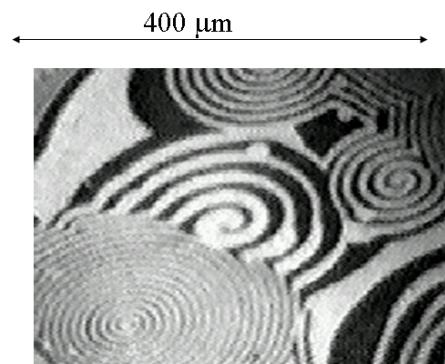

図 1 Pt(110) 表面の CO 酸化反応中の時空間パターン
CO 酸化、NO 分解、N₂ 固定化、炭化水素のクラッキング、不飽和炭化水素の水素化など様々な化学反応が固体の表面で起こっている。表面の構造、組成、化学状態でこうした反応を触媒する能力が異なり、表面構造を原子レベルで制御して、より高度な触媒を作られている。ここに EXAFS 法が威力を発揮する。反応条件下で well-defined な触媒構造やその変化を高時間分解能で測定し、反応機構を明らかにできる。一方、表面反応は必ずしも均一に進行しないという考え方がある。すなわち、ダイナミックに構造が変化し、その不均一な構造の間で物質の拡散やエネルギーの移動がおこり、相互に影響し合うため、反応が直線的に進まず、振動したり、時空間パターンを生じたりする。実際に構造の規定される Pt(110) 単結晶のような表面でも、CO と酸素の反応中に CO 酸化反応パターンが形成される。(図 1) したがって、表面における化学反応を時間分解で捉える場合には、単に時間スケールのみでなく、空間的にも高い分解能が要求される。そこで、本講演では、時間、空間分解能を有することで、どういった表面化学反応現象が捉えることができるのかを概観し、これによる新しい表面反応解析法を提案したい。
さて、こうした PEEM 法を用いると反応中の表面に吸着している吸着種のマッピングができる。例えば、CO と酸素が吸着した Pt 表面では、酸素の仕事関数が大きいので、暗く見える。これを利用すると、コントラストで何がついているか識別できる。図 1 にはそのリアルタイムで観測した例を示す。このように反応中に吸着種の濃度が異なる領域が存在する。さらに、反応に従い、表面元素が動くことも観測されている。たとえば、Au を均一につけた表面において、水素一酸素反応を行うと、軽い吸着種のみならず、反応に伴い Au が